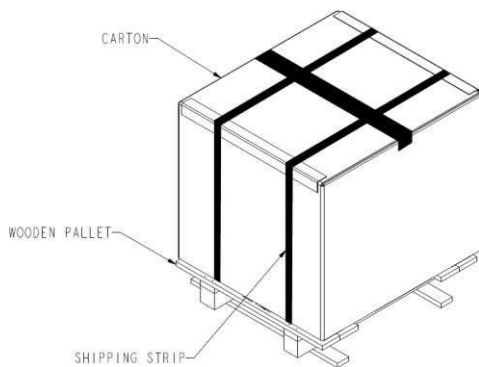

Fig. 1
- Skær transportbåndet over og fjern kartonen (se fig. 1).